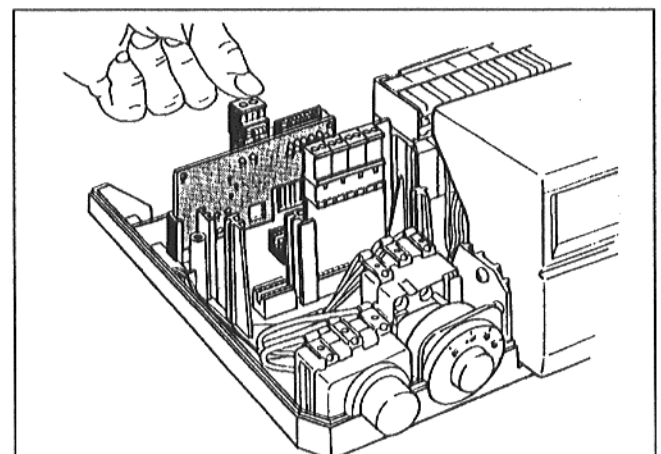

Fig. 3
- Inserire il modulo nella rotaia guida e innestarlo nella lista per prese ad innesto (Fig. 3).